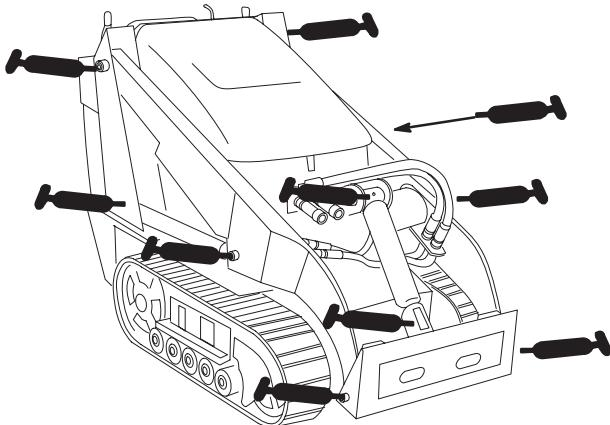

Bild 41
3. Setzen Sie die Fettpresse nacheinander an allen Nippeln an (Bild 41 und 42).